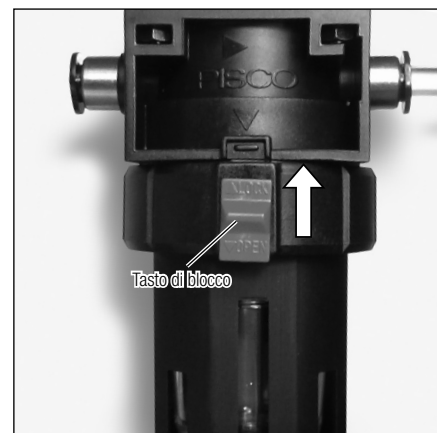

Fig. 39
- 12) Posizionare verso l'alto il tasto rosso di blocco su "▲ LOCK" per bloccare (Fig. 39).